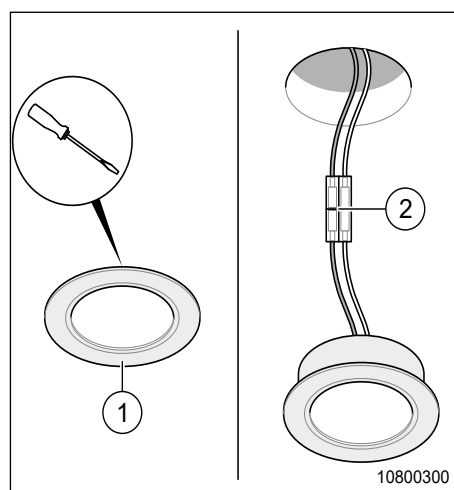

Fig. 74 LED-inbyggnadsspot
1. Lossa försiktigt LED--inbyggnadsspoten (Fig. 74, artikel 1) med en skruvmejsel ur förankringen. Repa inte taket eller möbelytan.